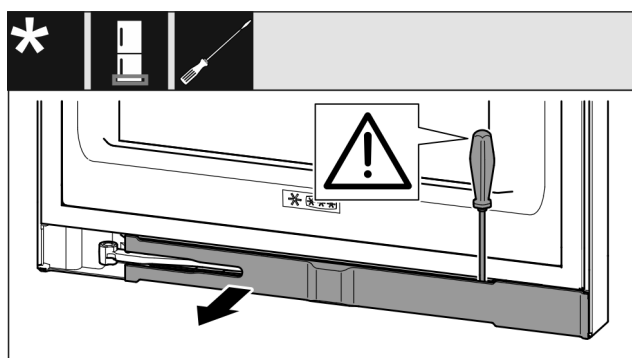

Fig. 14
- Paneel met een platte schroevendraaier ontgrendelen en opzij draaien. (zie Fig. 14)